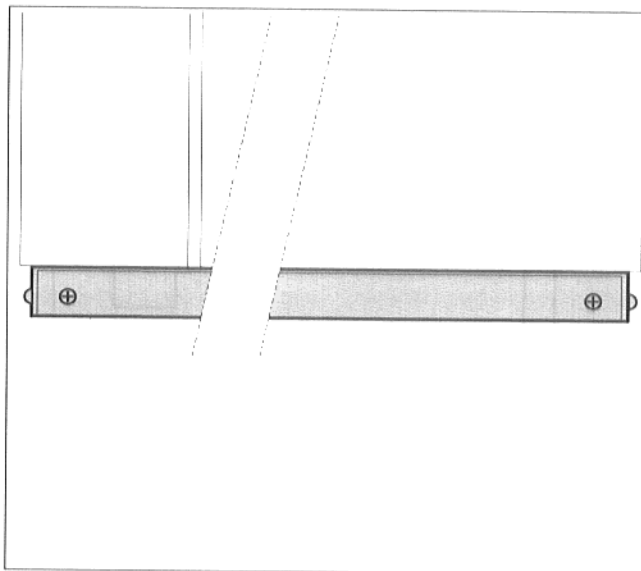

Fig. 5: supporto a parete vaso di espansione
- Montare alla parete il supporto per il vaso di espansione (Fig. 5).